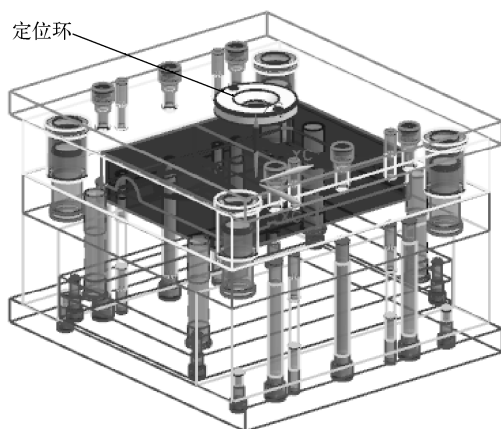

图 10-53 添加定位环
(4) 单击【确定】按钮，添加如图 10-53 所示的定位环。